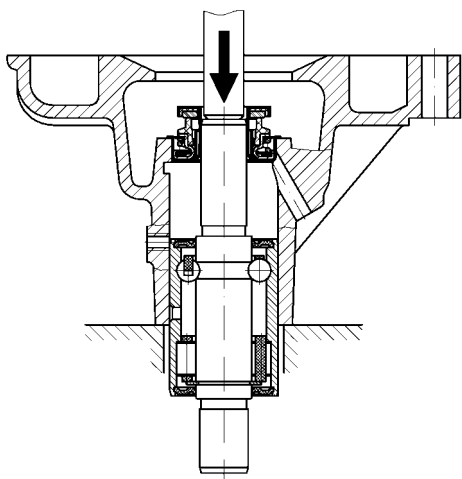

Рис.129. Выпрессовка подшипника с
- выпрессовать из корпуса подшипник (рис.129). Выпрессовку подшипника производить на прессе или с помощью медной оправки. Для более легкой выпрессовки рекомендуется нагреть водяной насос до температуры плюс 80 °С;